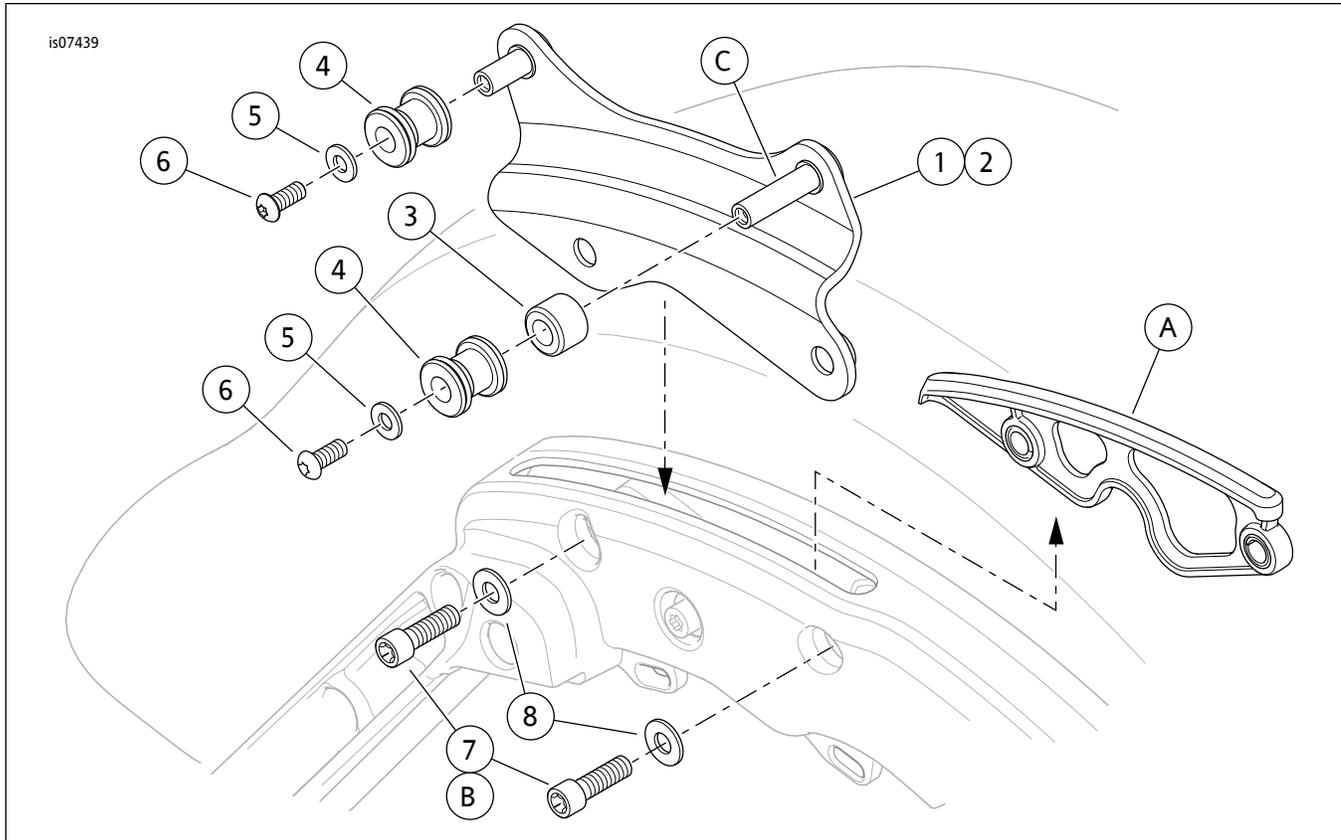

图2。维修零件：四点可拆卸式对接五金件套件
参见图2和表1。
2. 参见图2。从每侧边箱支撑上拆下两个螺丝(B)。从支撑的槽中抬起槽盖衬垫(A)。
6. 参见图2。将隔块(3)滑至每个对接板的大销(C)之上。将对接点(4)滑至每个对接板销上,斜面端在先。将镀铬垫圈(5)安装至套件中的每个小螺丝(6)上。在每个螺丝的螺纹上涂敷2-3滴LOCTITE 243-蓝色。